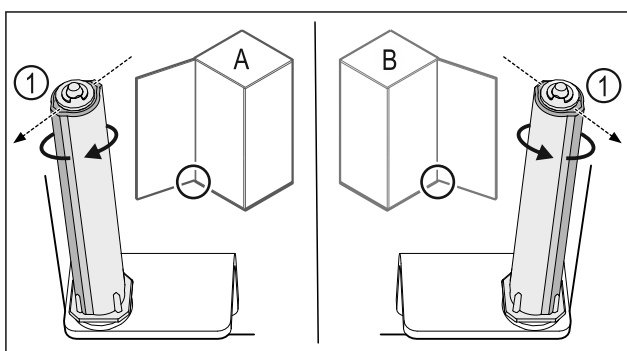

Fig. 46 Battuta a sinistra (A) / battuta a destra (B)
- Ruotare il sistema di chiusura contro la resistenza fino a quando la sporgenza del sistema di chiusura Fig. 46 (1) non è rivolta verso l'esterno.